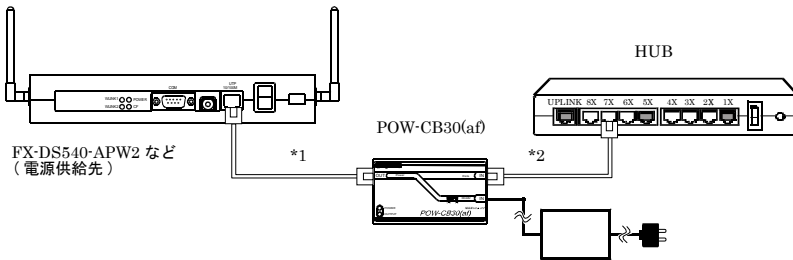

図6 POW-CB30(af)による無線LAN機器への電源供給
- 電源供給先のAPとHUB(またはパソコン)間のLANケーブルの全長は、100m(Max.)です。図6では、 $*1 + *2 \leq 100(m)$ となるようにしてください。